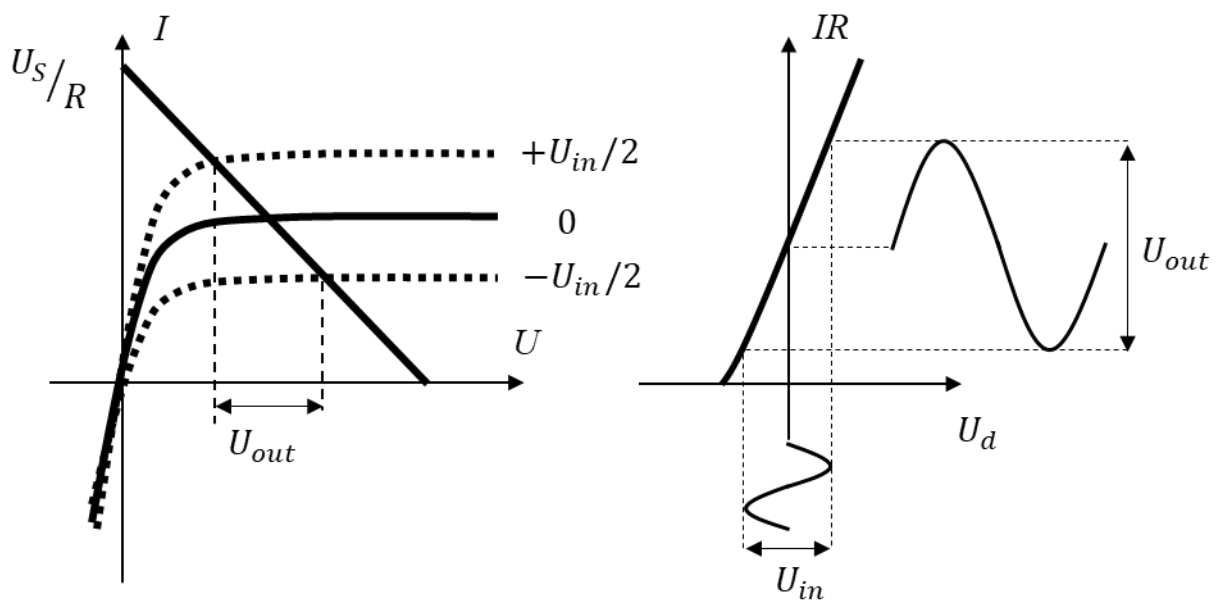

Рис. 10. Работа усилителя напряжения.
Как видно, при определенном значении сопротивления резистора, нагрузочная прямая, задающаяся уравнением (8), пересекает вольт-амперную характеристику транзистора в области насыщения тока. Ток насыщения зависит от напряжения между затвором и истоком. Таким образом, при изменении напряжения на затворе изменяется ток через резистор, и напряжение на нем. При правильно подобранном резисторе, изменение напряжения на резисторе может превзойти изменение напряжения на затворе. Проиллюстрируем сказанное (см. Рис. 10).